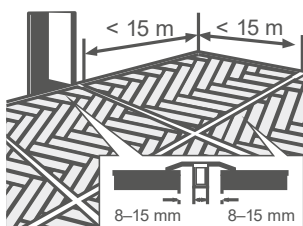

Рисунок 5
10.8 В помещениях длиннее и/или шире 15 метров необходимо сделать расширительный зазор шириной не менее 8 мм через каждые 15 метров по длине и ширине, который следует закрыть подходящим накладным профилем (см. Рисунок 5).
10.9 В дверных проёмах между отдельными помещениями, независимо от размеров помещений, необходимо сделать расширительный зазор шириной не менее 8 мм, который следует закрыть подходящим накладным профилем (см. Рисунок 5).